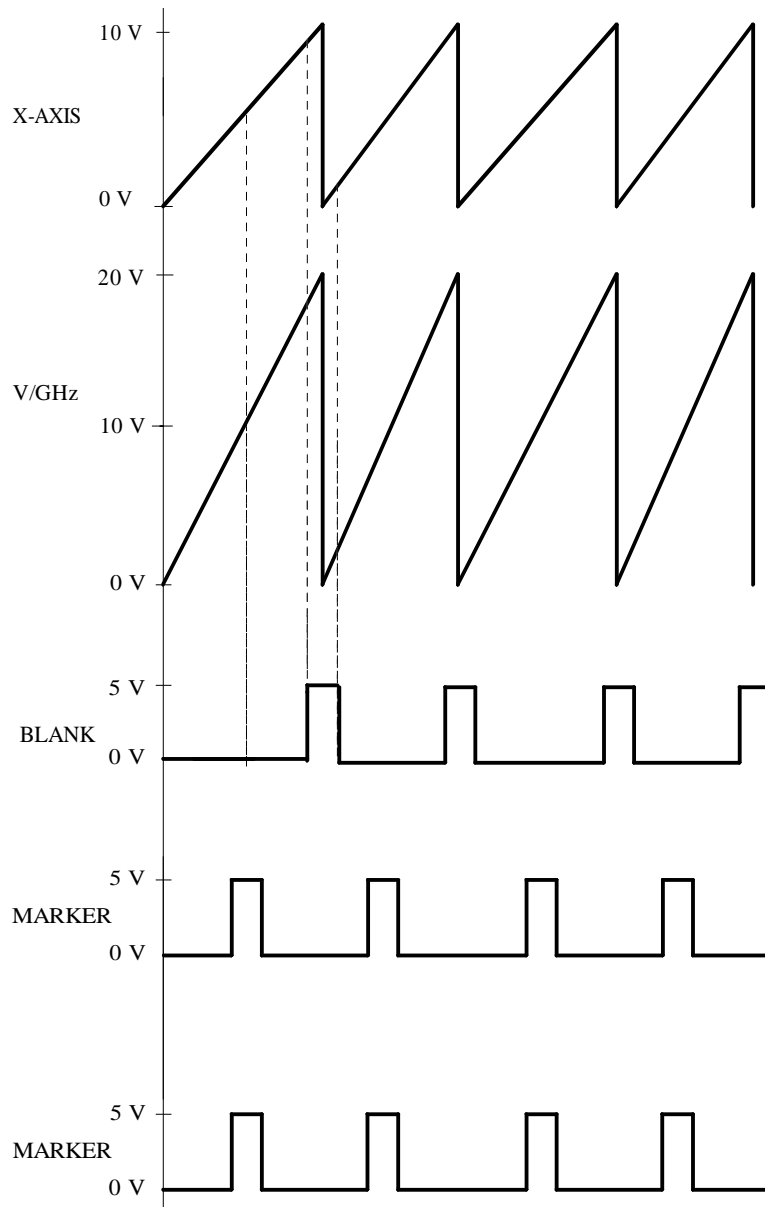

Bild 2-37 Signalbeispiel Sweep 0 ... 20 GHz: MODE = AUTO, V/GHz = 1V/GHz,
**AUTO** Sweep vom Startpunkt bis zum Stoppunkt, mit automatischem Neustart beim Startpunkt. War vor der Betriebsart AUTO eine andere Sweepbetriebsart eingeschaltet, wird von der aktuellen Sweepeinstellung fortgefahren (siehe Bild 2-37).